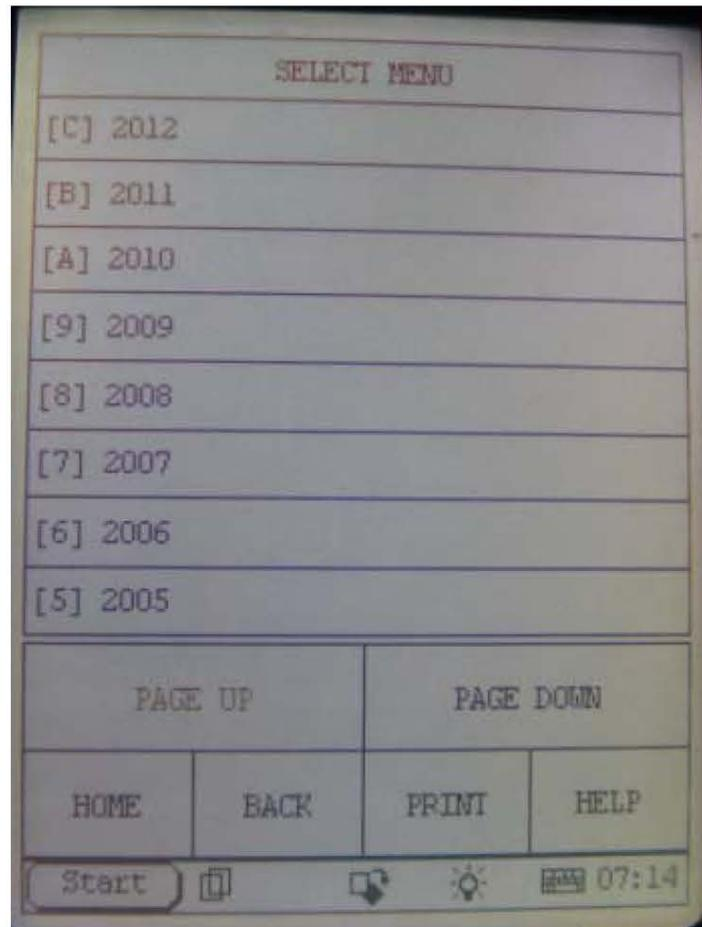

图 3
2) . 进入后选择诊断，然后根据车辆 VIN 码第十位选择正确的年款，Opel 车系 VIN 码第十位年款对照表如表 1，年款参见图 3